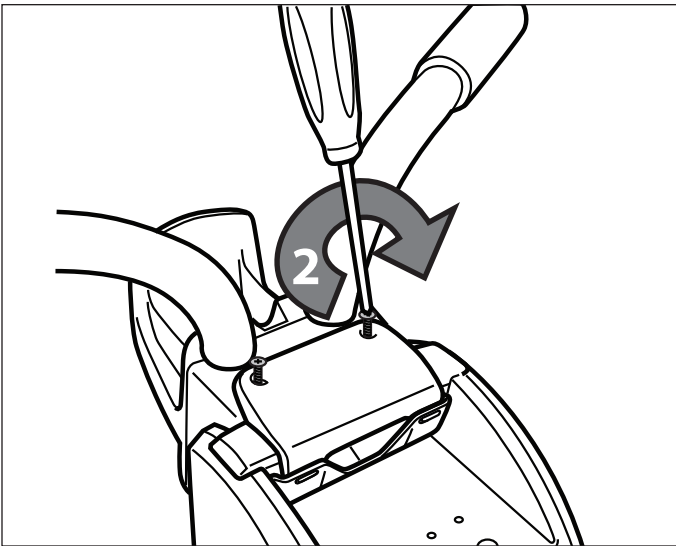

Figure 14. Fixer correctement les plaques de verrouillage
- Fixer solidement la plaque de verrouillage à l'aide des vis cruciformes. Ne pas trop serrer. Se référer à la Figure 14.